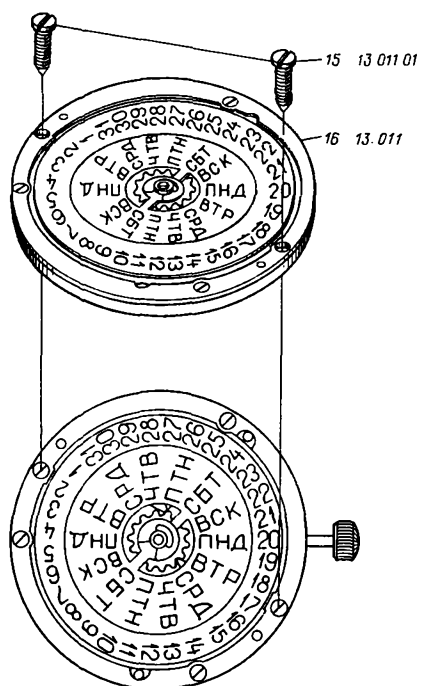

Рис. 144
19. Отвернуть и снять винты 15 блока календаря (рис. 144)